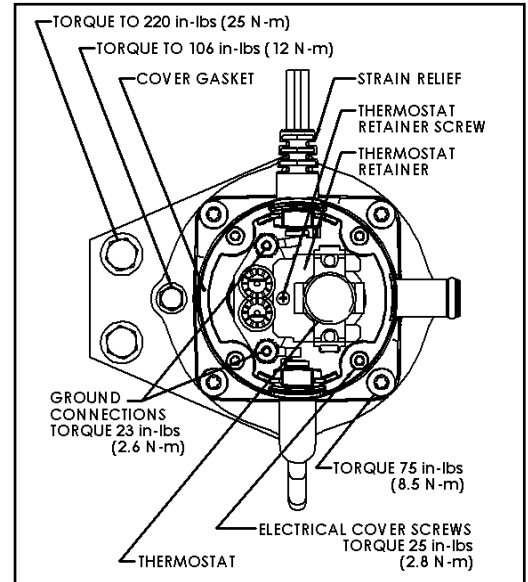
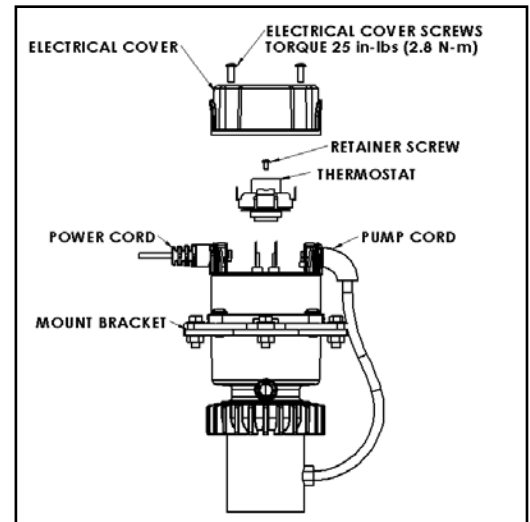

图 3
图 4
- 从恒温器护圈上拧下螺钉。见图 3、图 4。按照相反的顺序安装新的恒温器。
- 用对角线模式以 75 in-lbs (8.5 N-m) 的力矩将螺钉重新上紧。见图 3 说明: 更换的元件总成包括新的元件和安装在新底座的新恒温器。还配备全新的 O 型圈和外壳垫圈。
外罩垫圈受损: 重新安装外罩之前, 确保垫圈与底座妥当对齐。见图 3。